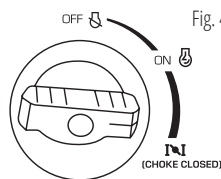

Fig. 4
3. Tournez l'interrupteur du moteur multifonctionnel sur la position « OFF » (Fig. 4).